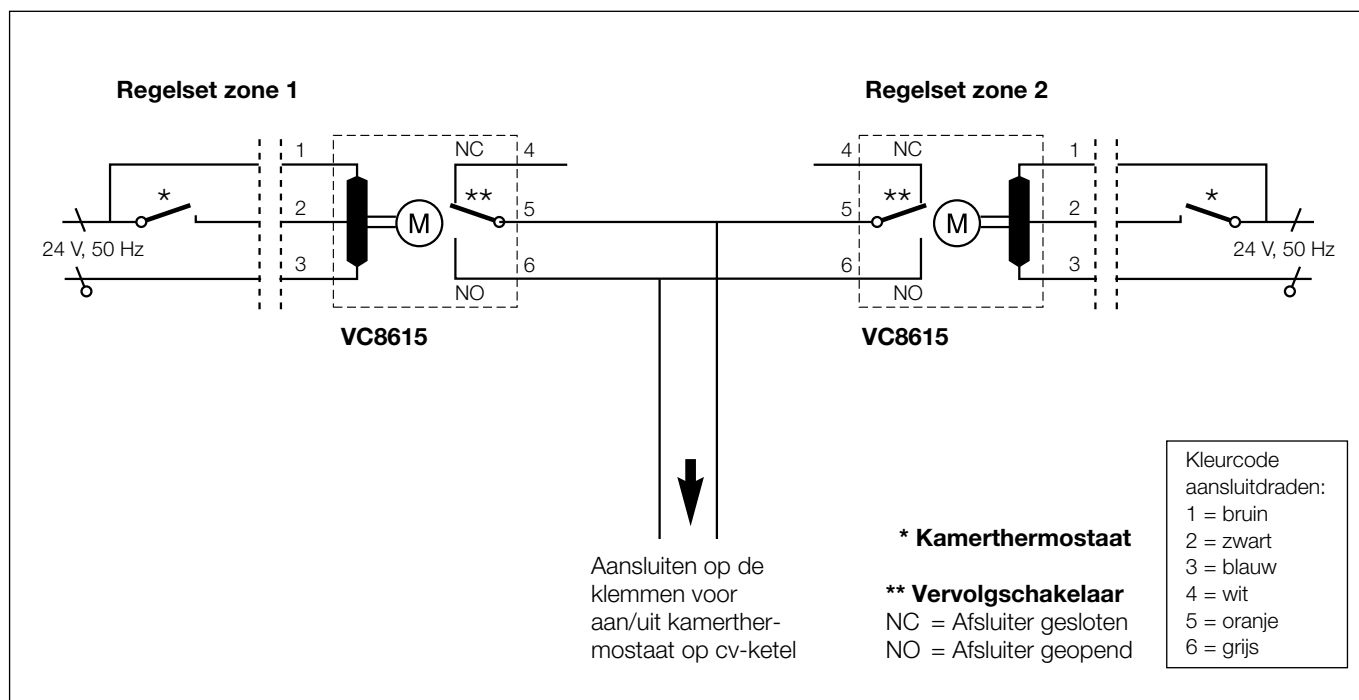

Fig. 7 Principe aansluitschema zoneregeling met 2 zones en cv-ketel
De cv-ketel wordt geregeld door de elektrisch parallel geschakelde (NO) contacten van de vervolgschakelaar van de regelafsluiter. Deze dient te worden aangesloten op de kamerthermostaatklemmen van de cv-ketel (zie fig. 7).